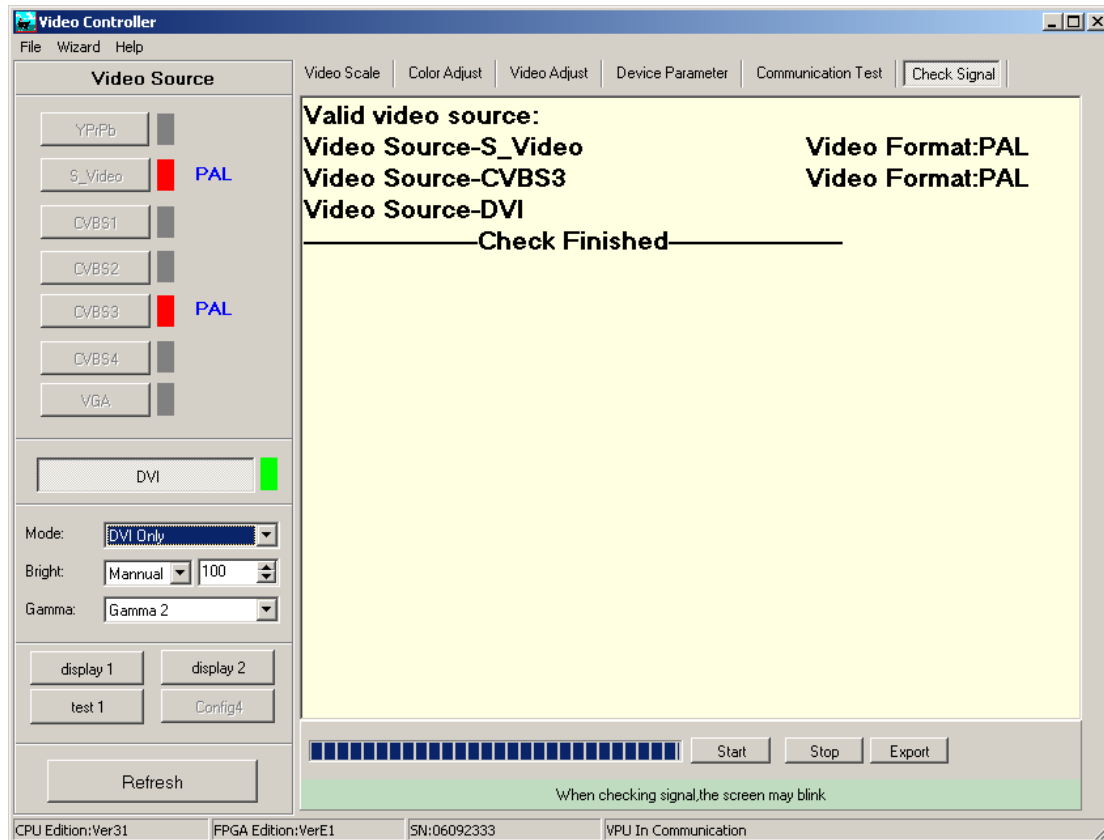

Abbildung 2.2 Signalsuche Ergebnis Fenster
- Klicken Sie „Start“, um das Videosignal zu suchen. Die LED Anzeige blinkt während der Suche nach einem Videosignal. Nach der Suche erscheint das Fenster wie in Abbildung 2.2. Die gültigen Videoquellen sind S-Video, CVBS3 und DVI.